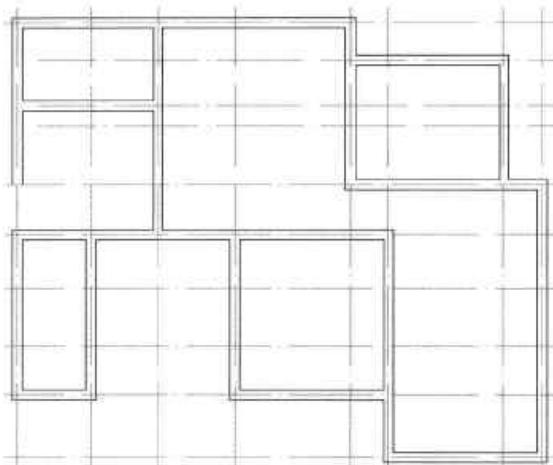

图16-52 绘制240墙体线
**Step 06** 继续捕捉轴线端点，直到结束，按两次回车键，完成 240 墙体线的绘制操作，如图 16-52 所示。